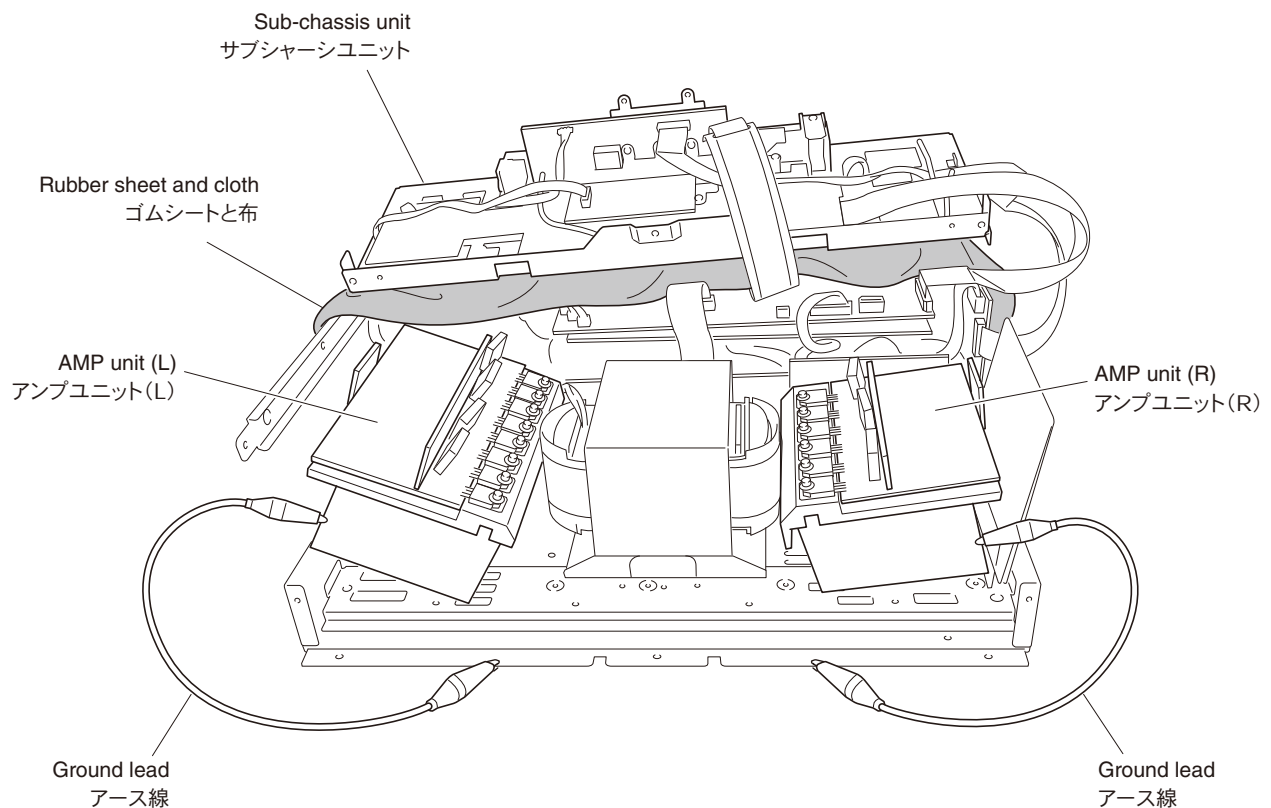

Fig. 6
- Put the rubber sheet and the cloth over this unit, and place the sub-chassis unit on them as shown below. (Fig. 6)
- Connect the ground points of the AMP unit (L) and the AMP unit (R) to the chassis with a ground lead or the like. (Fig. 6)
- 本機の上にゴムシートと布を敷き、その上にサブシャーシユニットを置きます。(Fig. 6)
- アンプユニット (L) とアンプユニット (R) のアースをリード線等でシャーシに接続してください。(Fig. 6)